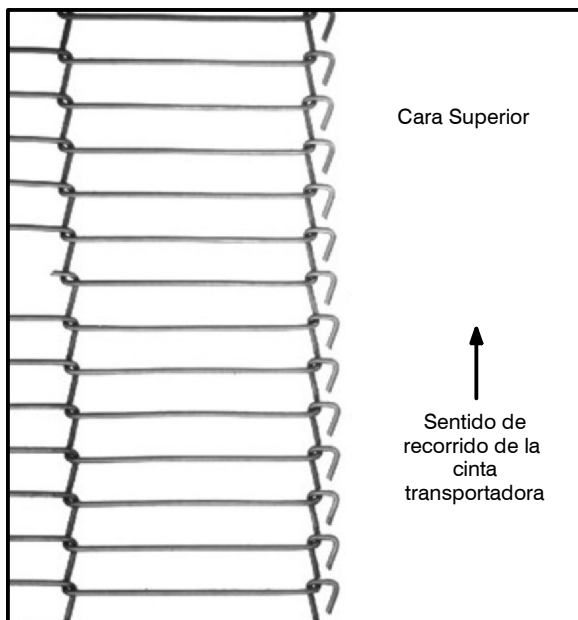

Figura 7
4. Instala la correa transportadora en el motor. Vea la Figura 7 a la Figura 13